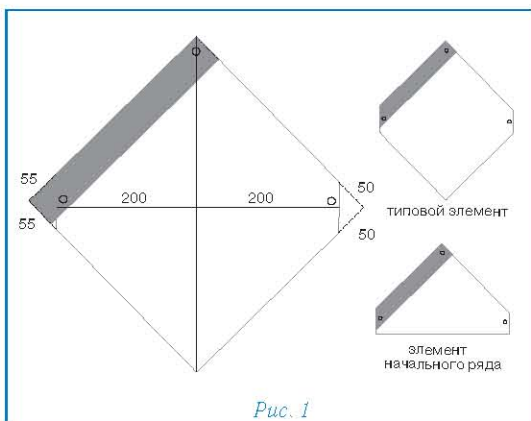
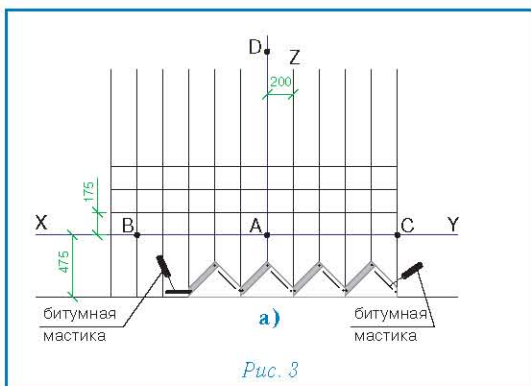

Рис. 1
Рис. 3
### Укладка материала (рис. 3)
- Элементы начального ряда формируются из типовых элементов ПРЕСТИЖ ВЕРСАЛЬ ЦИНК-ТИТАН (рис. 1), укладываются по линии карниза в обе стороны от линии AD и фиксируются по нижнему краю битумной мастикой и тремя гвоздями (рис. 3а).
- Укладка типовых элементов первого ряда начинается от линии AD, при этом элементы укладываются встык и их верхний угол выравнивается по линии XY (рис. 3б). Каждый элемент фиксируется тремя гвоздями — по центру вертикальных срезов и в верхнем углу на расстоянии 2 см от края.
Каждый типовой элемент ПРЕСТИЖ ВЕРСАЛЬ ЦИНК-ТИТАН крепится тремя гвоздями, в соответствии с рекомендациями, приведенными выше (рис. 3б).